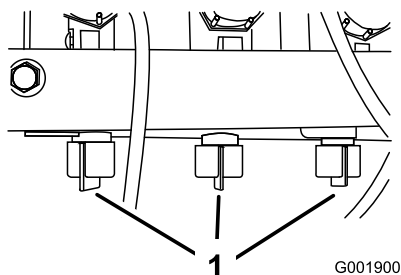

Figura 22
10. Regolate la valvola di bypass della barra (Figura 22) sotto la valvola di comando della barra che avete disattivato, finché il misuratore di pressione non mostra un valore identico a quello rilevato alla voce 7.